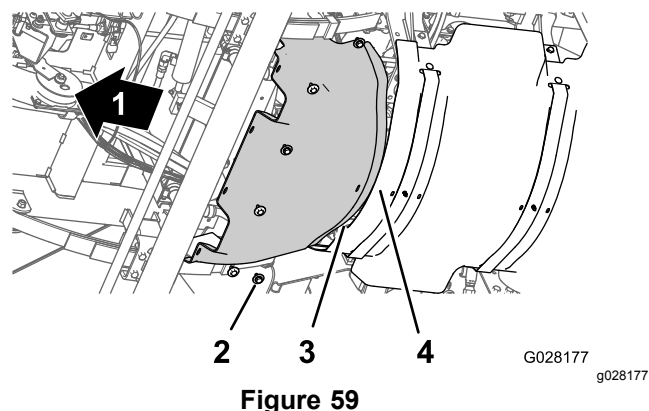

Figure 59
1. Alignez la bride arrière de l'écran pare-chaueur avant et la bride avant de l'écran pare-chaueur arrière (Figure 59).
2. Alignez les trous de l'écran pare-chaueur avant et les trous filetés du châssis (Figure 59).
3. Montez l'écran pare-chaueur avant sur la machine au moyen des 6 boulons à tête hexagonale et des 6 rondelles (Figure 59) retirés à l'opération 3 de Dépose de l'écran pare-chaueur avant \(page 54\).